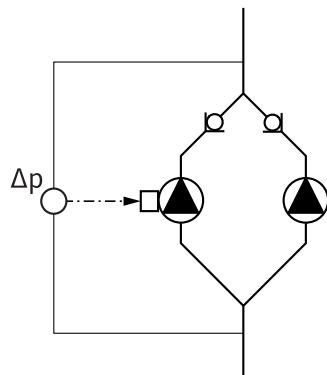

Fig. 13: Primer, priklučak davača diferencijalnog pritiska
- U primeru datom na Fig. 13, Master pumpa je pumpa na levoj strani gledano u smeru protoka. Na ovu pumpu se povezuje davač diferencijalnog pritiska.
Merne tačke diferencijalnog davača pritiska Master pumpe moraju da se nalaze u odgovarajućoj sabirnoj cevi na usisnoj i potisnoj strani sistema dupleks pumpe (Fig. 13).